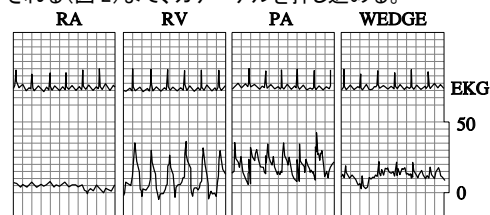

図 2
- カテーテル先端が右心房内に到達したことを示す圧波形が表示される(図 2)まで、カテーテルを押し進める。
レートさせる(図 2)。
- (4) カテーテルを更に進め、肺動脈の楔入部にインフレートさせたバルーンを留置する(図 2)。楔入圧を記録したら、直ちにバルーンをデフレートさせる。
- (5) 手技が完了したらカテーテルを抜去し、カテーテル全体が抜去されたことを確認する。また、カテーテル全体に損傷がないことも確認する。